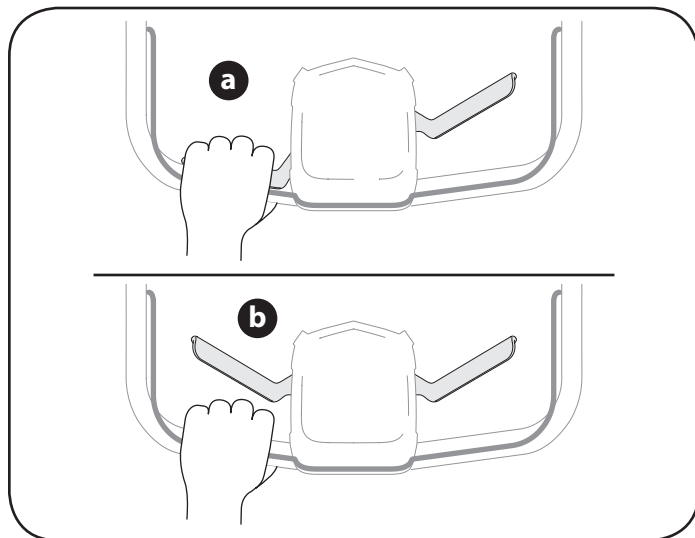

Figura 16
2. Uso de la cortadora sólo con tracción delantera. Consulte la Figura 16: